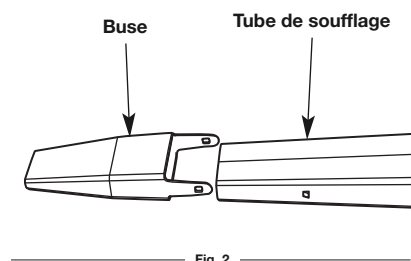

Fig. 2
2. Faites glisser la buse par-dessus l'extrémité du tube de soufflage jusqu'à ce que les languettes des deux côtés du tube de soufflage et de la buse soient parfaitement en place (Fig. 2).